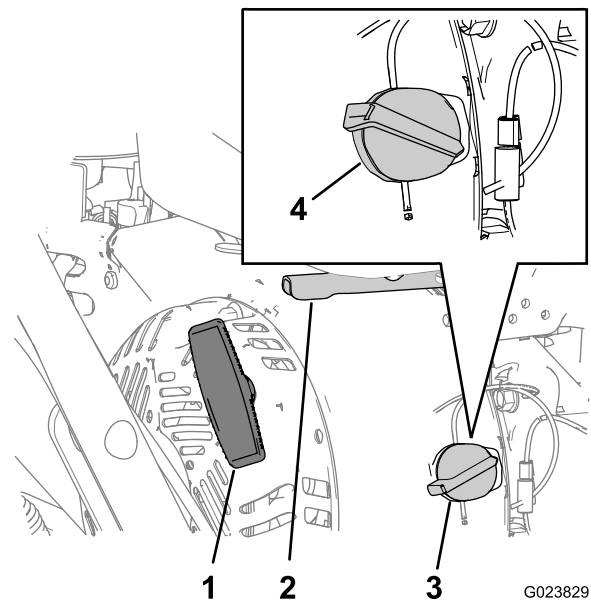

Bild 10
- Drehen Sie den Ein/Aus-Schalter an der rechten Seite des Motors nach rechts in die EIN-Stellung (Bild 10).
3. Stellen Sie die Gasbedienung hinten rechts am Motor zwischen die LANGSAM- und SCHNELL-Stellung (Bild 10).
4. Ziehen Sie langsam am Rücklaufstartergriff, bis Sie einen Widerstand spüren und halten Sie dann an (Bild 10).
2. Stellen Sie die Gasbedienung zwischen die LANGSAM- und SCHNELL-Stellung (Bild 10).
3. Lassen Sie den Motor mindestens 15 Sekunden laufen und drehen dann den Ein/Aus-Schalter des Motors in die AUS-Stellung, um den Motor abzustellen (Bild 10).